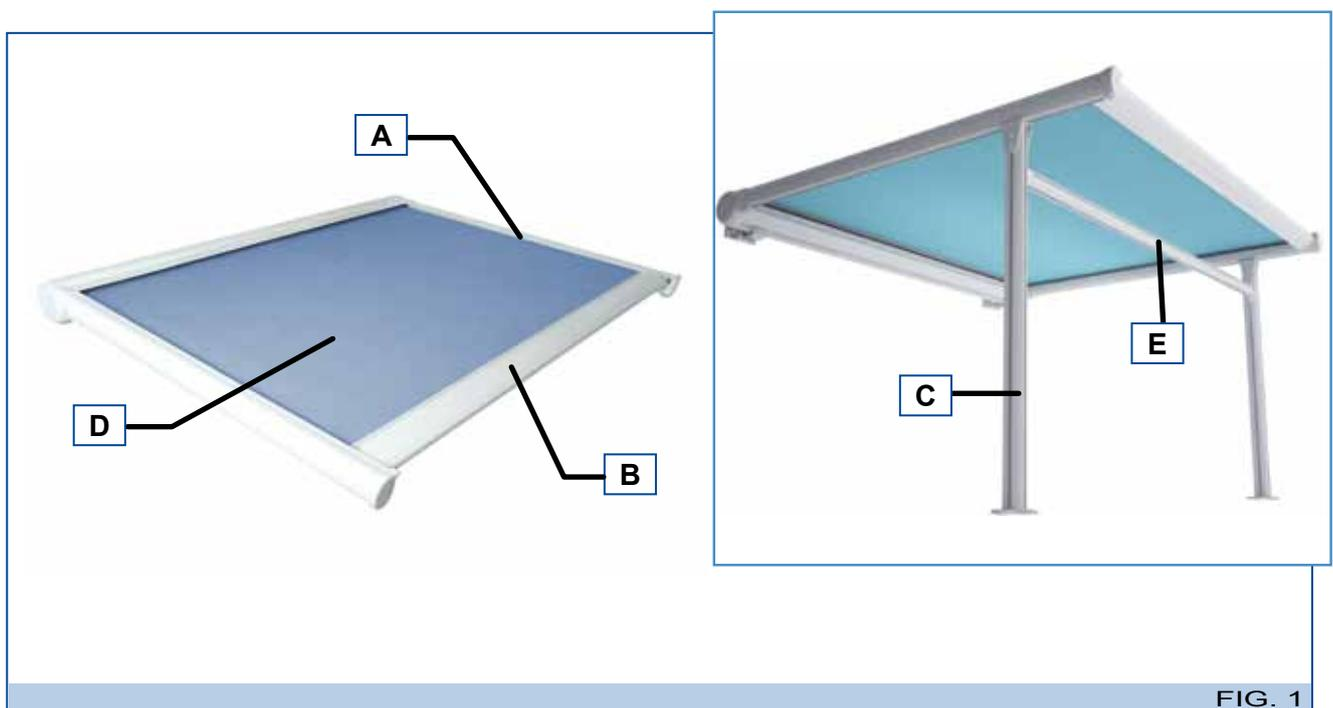

FIG. 1
- Estructura metálica: constituye el armazón portante que contiene en su interior los diversos mecanismos para el movimiento de apertura y cierre del toldo. Está formado por un armazón con perfiles guía (A - Fig. 1) donde se desliza la lona, un perfil terminal (B - Fig. 1), y un tubo enrollador.
- Lona (D - Fig. 1): desempeña la función de cobertura y protección propia del toldo.
El modelo del toldo tiene columnas frontales (C - Fig. 1) y el rodillo cortaviento (E - Fig.1).